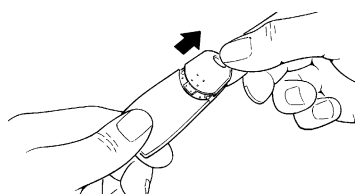

Fig. 9
1. Ouvrir le fond en le tirant comme sur la figure 9;